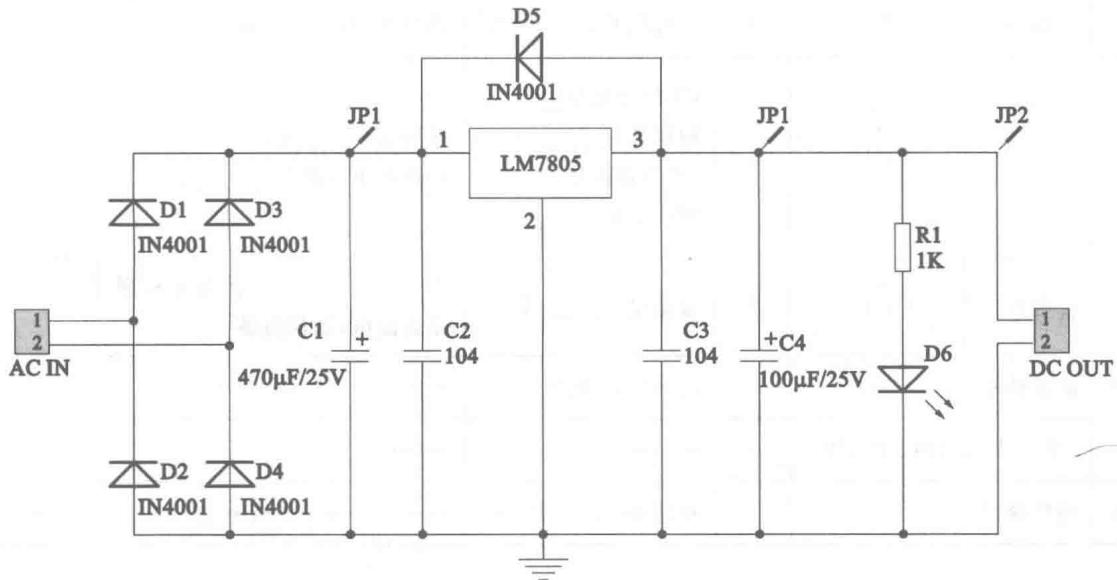
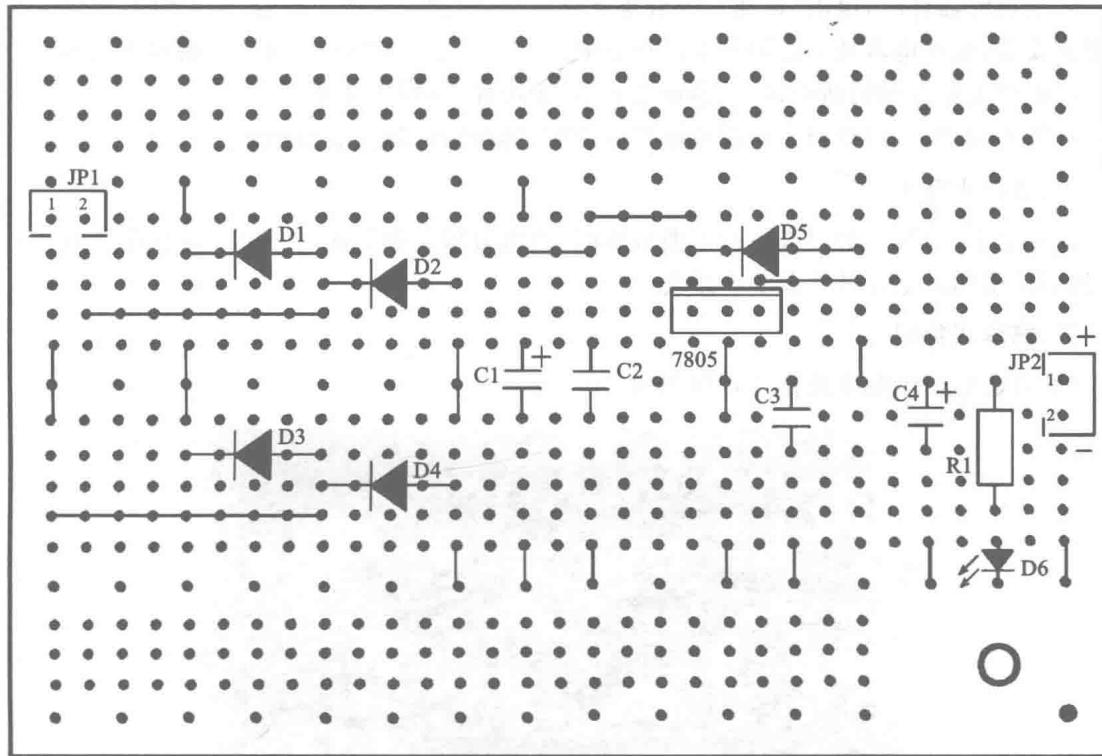

图 1-1 5V 直流稳压电源电路原理图
图 1-2 5V 直流稳压电路装接图
在本次实训中,将组装一个输出电压为 5V 的直流稳压电源。用四支二极管组成桥式整流电路,将低压交流电转换成直流电;再用电容滤波电路对整流输出的脉动直流电进行滤波;最后用 7805 三端稳压集成块对滤波处理后的直流电进行稳压,输出稳定的 5V 直流电压。电路原理图如图 1-1 所示。
所谓原理图转画装接图，就是先将洞洞板的元件面复制到空白草稿纸上，然后按照电路原理图画出装接示意图，最后按照画好的装接图搭建实物电路。该过程实际就是一个设计电路搭接方案的过程，这一做法能够很好的提高搭建效率，减少搭建错误。依据图 1-1 转画的装接图如图 1-2 所示。
3. 在图 1-1 中,D5 的作用是什么? R1 的作用是什么?
4. 在图 1-1 中,当输入的交流电压为 6V 时,在 7805 接入电路和不接入电路两种情况下,整流滤波输出电压各是多少?
5. 在图 1-1 中,当输入的交流电压为 6V 时,若整流电路中的某支二极管从电路中断开,稳压电源的输出电压是否发生变化?